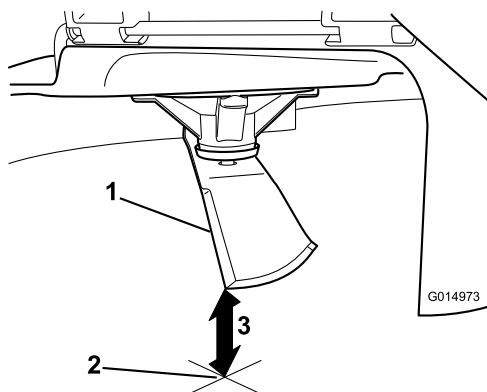

Figura 75
3. Mida desde la punta de la cuchilla hasta la superficie plana (Figura 75).